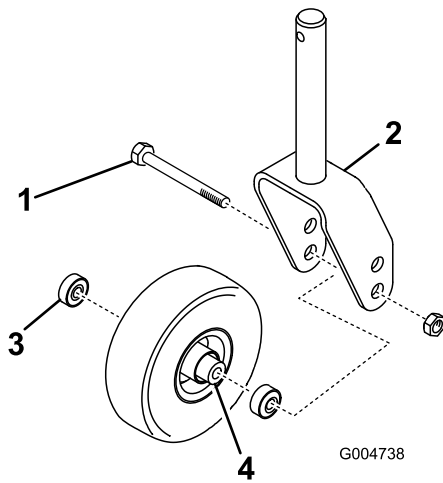
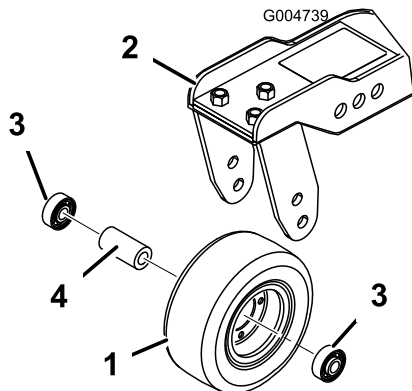

Figura 123
Figura 124
1. Retire a porca de bloqueio do parafuso que fixa o conjunto da roda giratória entre a forquilha da roda giratória (Figura 123) ou o braço articulado da roda giratória (Figura 124).
2. Retire o rolamento do cubo da roda e deixe cair o espaçador do rolamento para fora (Figura 123 e Figura 124).